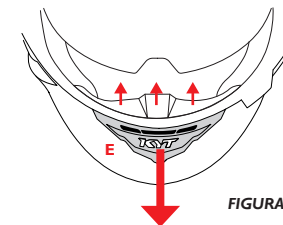

FIGURA 3
- Figura 3: presa d'aria completamente aperta.